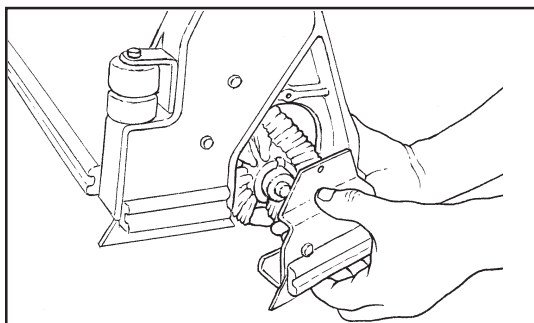

Figura 23
5. Baje la puerta aproximadamente 1/2 pulgada y deslice la puerta y el conjunto de cojinetes fuera del eje (figura 23).